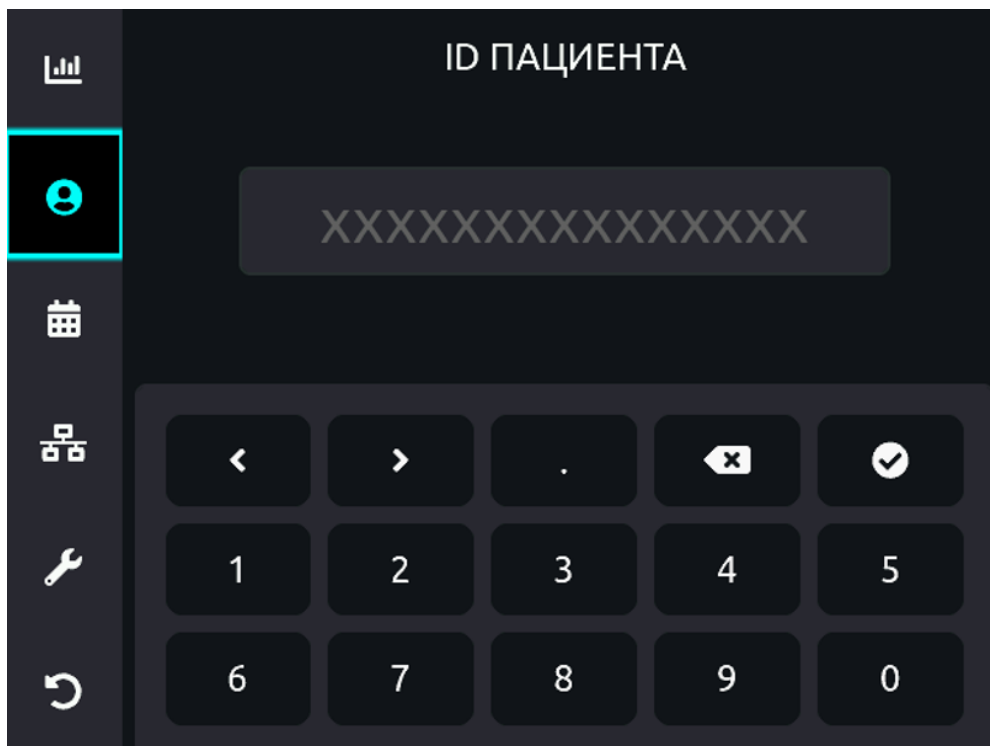

Рисунок 13 - Данные пациента
*Раздел «ID пациента»* . Позволяет ввести ID пациента, до 16 символов включительно (рисунок 13). Кнопки   используются для выбора позиции, куда вставится символ. Кнопка  используется для стирания одного символа слева от курсора. При навигации поворотным манипулятором ввод «ID пациента» осуществляется его нажатием на строку ввода, после чего осуществляется перенос на клавиатуру. Завершение ввода идентификатора пациента при навигации поворотным манипулятором производится путем нажатия на кнопку .